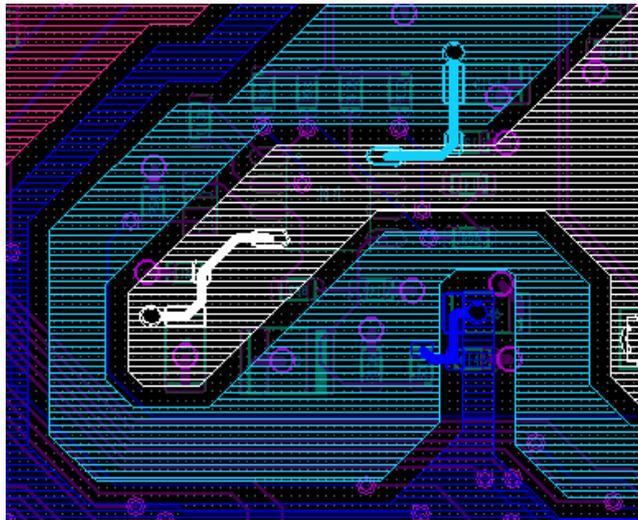

图 9-24 分割后的局部图
(26) 选择 Display|Color/Visibility 命令，关闭显示的 Anti-Etch 层。查看分割情况。图 9-24 所示为分割后的局部图，可见电源层已经被分割。